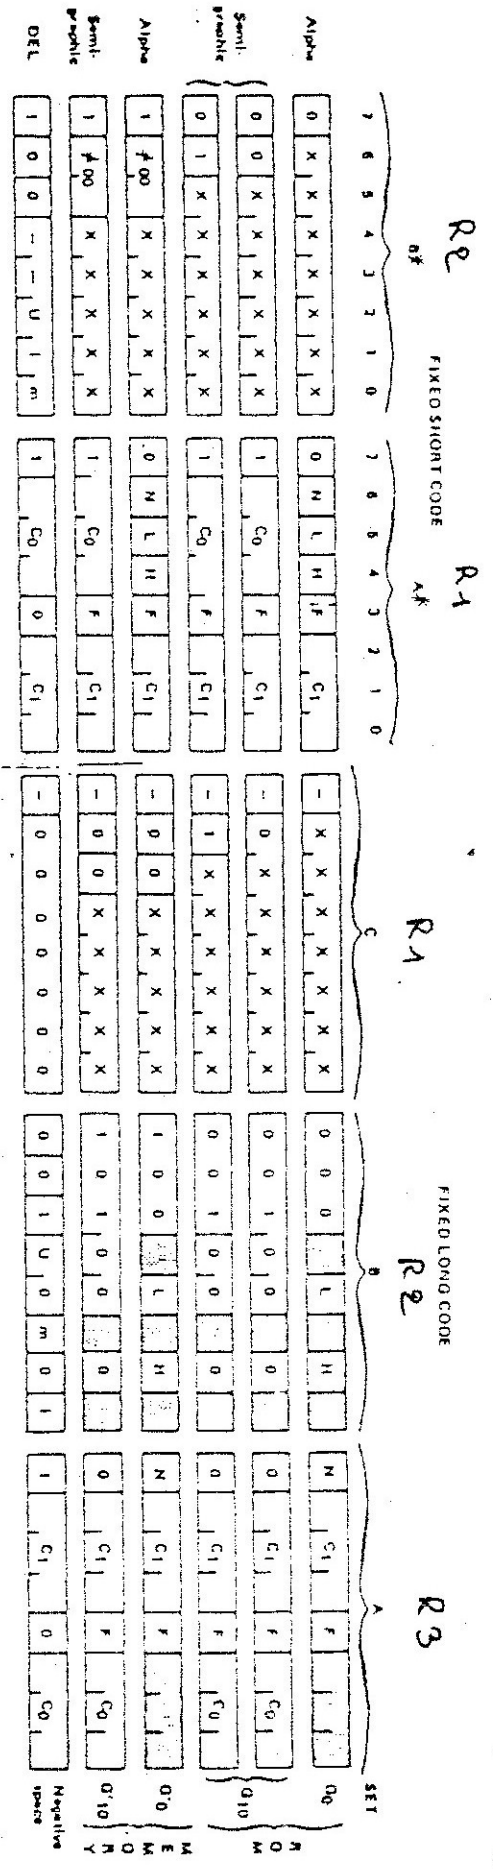

Figure 23. utilisation des registres R1, R2, R3 de données
- les registres R1 à R3 voir la fig. 23.